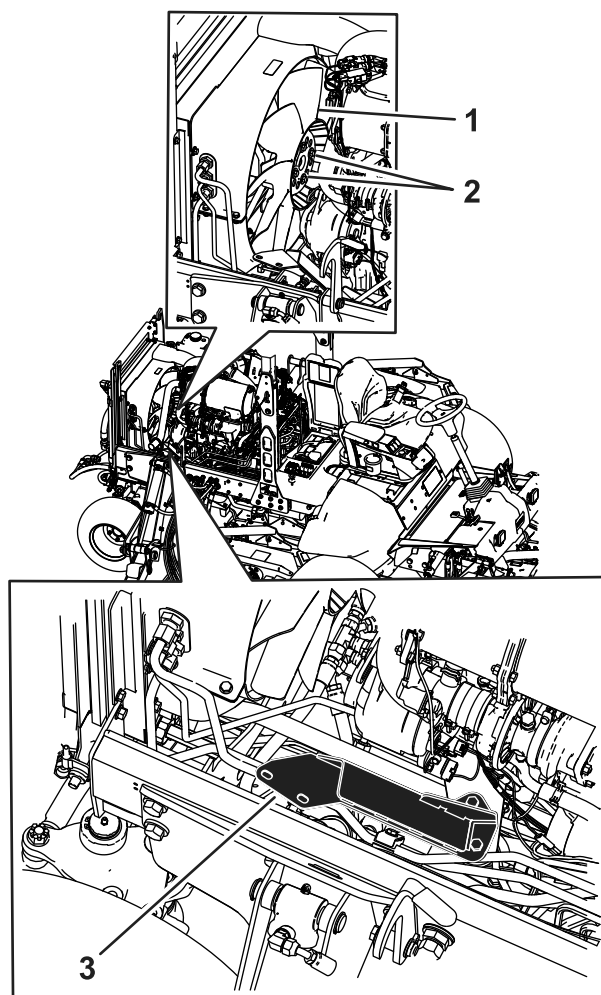

図 38
1. 排気管、マフラーブラケット、エンジン冷却ファンを外す 図 38。
7. エンジン冷却ファン、マフラーブラケット、排気管を取り付ける図 38。